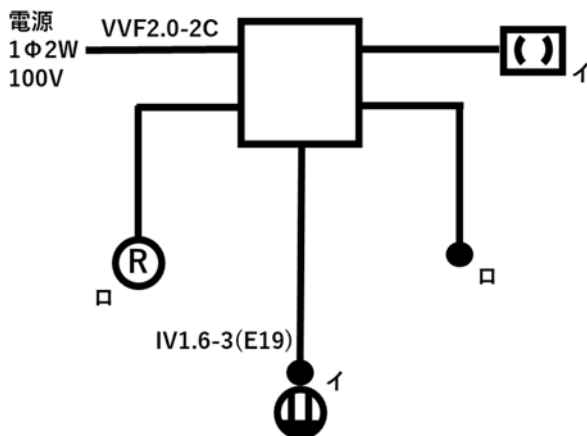
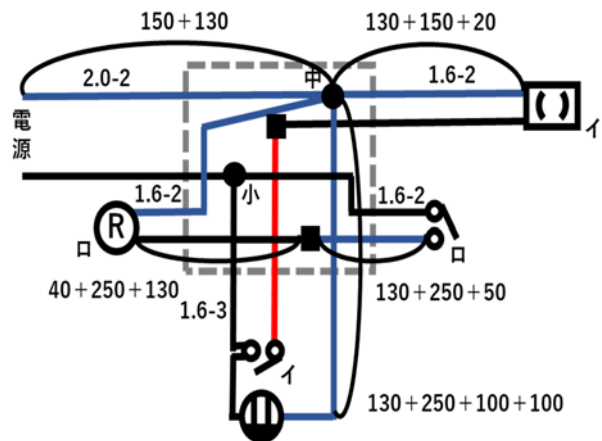

図 1. 平成 28 年度第二種電気工事士技能試験候補問題の No.11 の配線図
図 2. 平成 28 年度第二種電気工事士技能試験候補問題の No.11 の複線図
平成 28 年度第二種電気工事士技能試験候補問題の No.11 の配線図を図 1 に、複線図に描き換えたものを図 2 に示す。参考図におけるわたり線（端子間を結ぶ電線）は 100mm にしてある。図 2 の青線は白色の電線を表しており、1.6-3 は単相 3 線である。
- ※基本的には同色の電線をコネクタやリングスリーブを用いて結線するが、異色同士を結線する場合もあるため、結線ミス防止できる（例、図 2 の赤線と黒線）
- 配線図におけるケーブルの長さに配線器具の接続に要する長さ（実技試験の対策③にて詳細を記載）を加え、実際にケーブルを切断する長さとして記載する